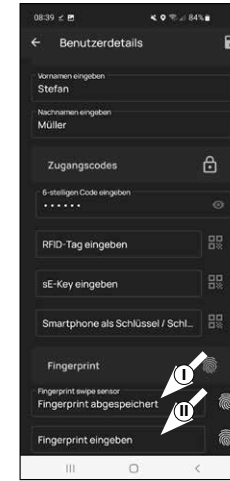

Abb. 16
6 Nachdem ein Finger eingegeben wurde, erscheint im entsprechenden Feld der Eintrag „Fingerprint abgespeichert“ (I) (Abb. 16).
7 Darunter findet sich zudem ein neues, leeres Feld für einen weiteren Fingerprint (II) (Abb. 16). Sofern gewünscht können Sie hier einen weiteren Finger einspeichern. Folgen Sie dazu den Schritten dieses Kapitels erneut.